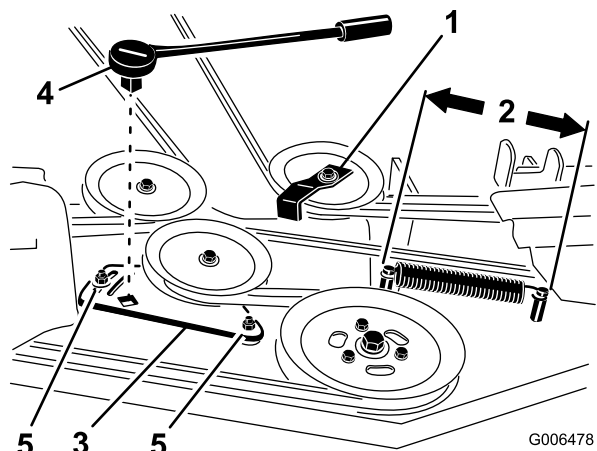

Figure 61
4. Desserrez les boulons de fixation de la plaque du bras de tension (Figure 61).
6. Enlevez le guide de courroie sur la poulie de tension rappelée par ressort comme illustré à la Figure 59 et Figure 61.
9. Montez le guide de courroie sur la poulie de tension rappelée par ressort à un angle de 45 degrés comme illustré à la Figure 59 et Figure 61. Serrez le boulon à un couple de 37 à 45 Nm (27–33 pieds-livre).
10. Montez le ressort de la poulie de tension sur les deux montants (Figure 59 et Figure 61).
4. Mesurez la longueur du ressort (Figure 61). Si le ressort mesure entre 25,4 et 26 cm (10 et 10-1/4"), d'un montant à l'autre, aucun réglage n'est nécessaire.
5. Desserrez les boulons de fixation de la plaque du bras de tension (Figure 61).
6. Insérez un manche à rochet ou une barre de levier dans le trou carré de la plaque pour régler la tension (Figure 61).
le ressort soit distant de 25,4 à 26 cm (10 à 10-1/4") d'un montant à l'autre, comme illustré à la Figure 61.
8. Tout en maintenant la courroie tendue, serrez les boulons de fixation de la plaque du bras de tension (Figure 61).